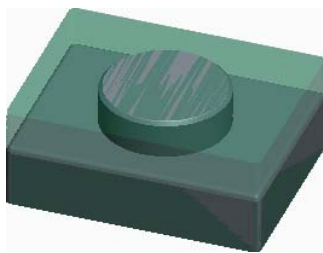

图 3.12.2 制造模型
Step2. 在工具栏中单击“打开”按钮 ,从弹出的“文件打开”对话框中,选取三维零件模型——mill_chamfer.asm 作为制造零件模型,并将其打开。此时工作区中显示图 3.12.2 所示的制造模型。